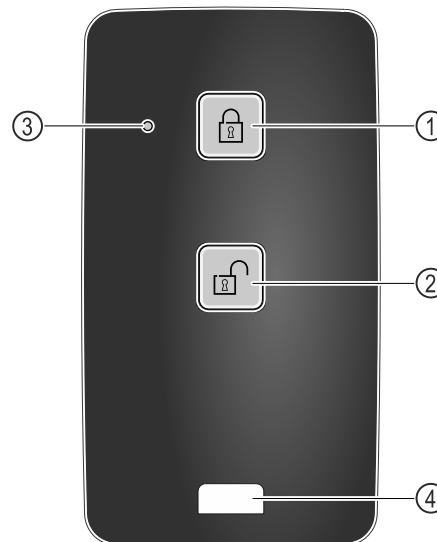

Fig. 212
- (1) Bloccare la serratura
- (2) Sbloccare la serratura
- (3) LED di stato
- (4) Occhio di fissaggio
- Premere il tasto Fig. 212 (1) sul telecomando.
- Premere il tasto Fig. 212 (2) sul telecomando.
- Il LED di stato Fig. 212 (3) fornisce un feedback visivo quando viene premuto un pulsante.
- Occhio Fig. 212 (4) per agganciare il telecomando, ad esempio a un portachiavi.